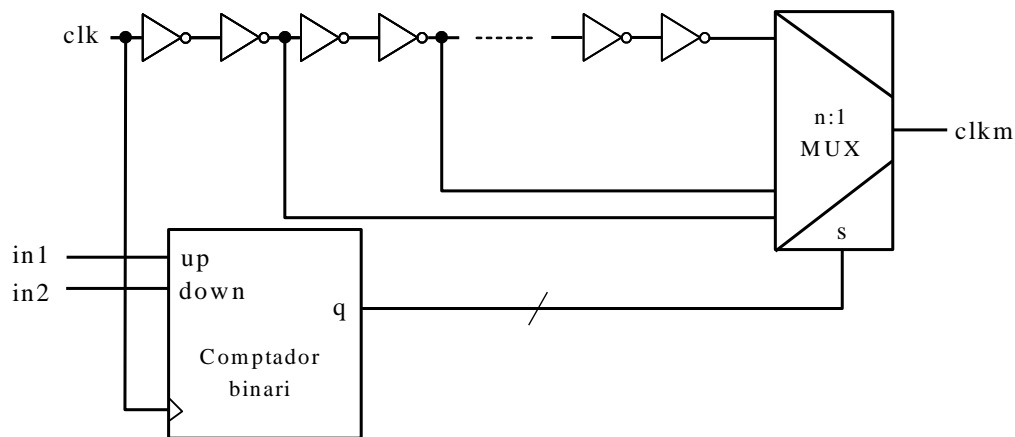

Figura 3.
2. Indicar de forma raonada com cal modificar (es poden fer servir funcions lògiques combinacionals de qualsevol nombre d'entrades) el sistema representat a la figura 1 i com s'ha de connectar al sistema representat a la figura 3 per tal que el senyal *a* representi una mostra del senyal *data_in* agafada a la meitat del període de bit d'aquest senyal. El comptador binari representat a la figura és un comptador binari síncron ascendent/descendent. Quan la seva entrada *up* està activa (a nivell alt) el comptador és ascendent, mentre que quan la seva entrada *down* està activa (a nivell alt) el comptador és descendent. El senyal *clk* és el senyal de rellotge del sistema receptor.